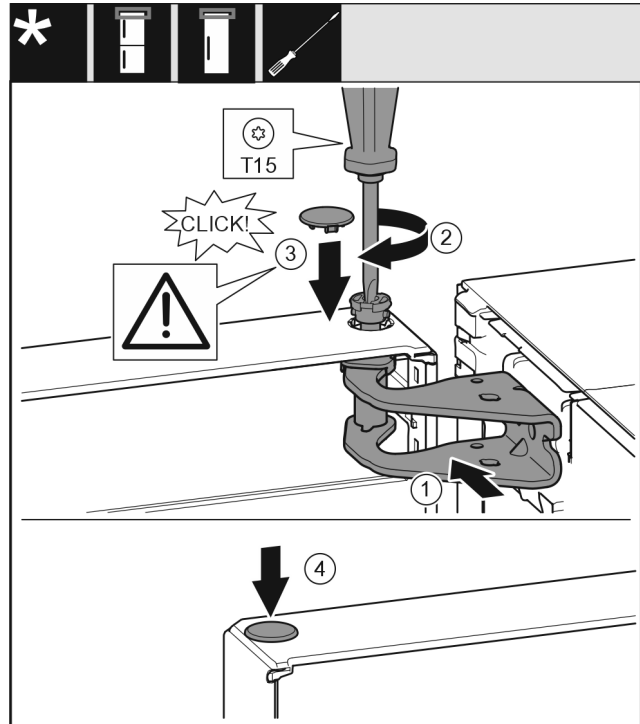

Fig. 20
- ▶ Dvere hore vyrovnajte s otvorom v ložiskovej konzole. Fig. 20 (1)
- ▶ Vložte čap a pevne ho priskrutkujte skrutkovačom T15. Fig. 20 (2)
- ▶ Namontujte poistný kryt pre poistku dverí: nasadte poistný kryt a skontrolujte, či prilieha ku dverám. Inak čap vložte úplne. Fig. 20 (3)
- ▶ Nasadte zátku. Fig. 20 (4)